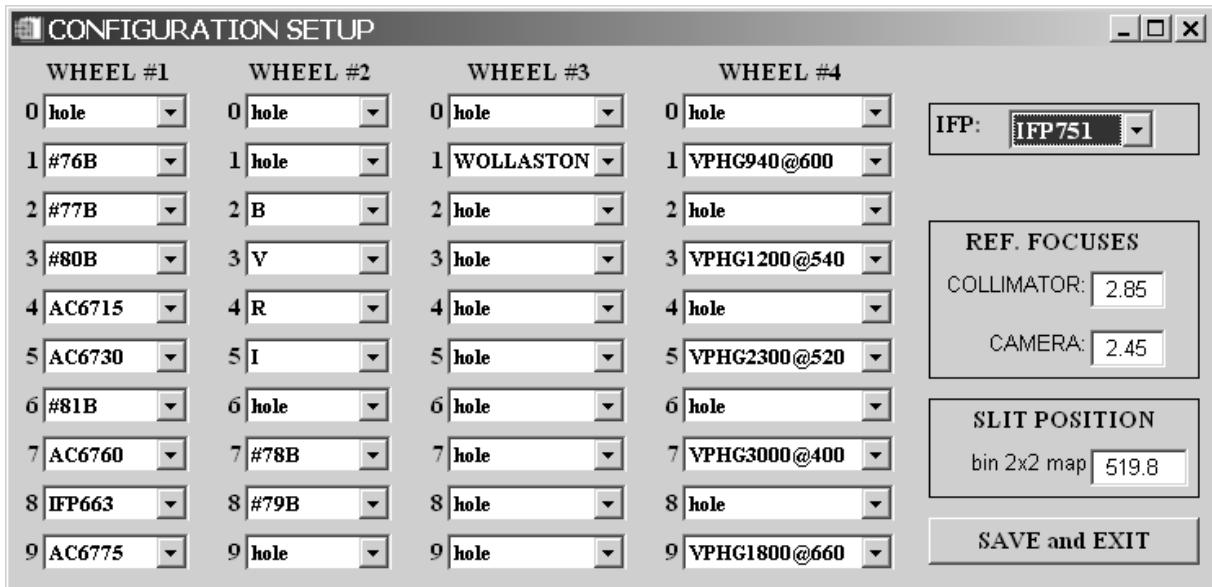

Рис. 7: Меню записи конфигурации.
- SET CONFIGURATION.** Кнопка вызывает меню (рис. 7), в котором для каждой турель прописываются установленные в них решетки, фильтры и фазовые пластинки. Здесь же указывается название установленного ИФП, а также опорные значения фокуса коллиматора. Фокус камеры пока нигде не используется